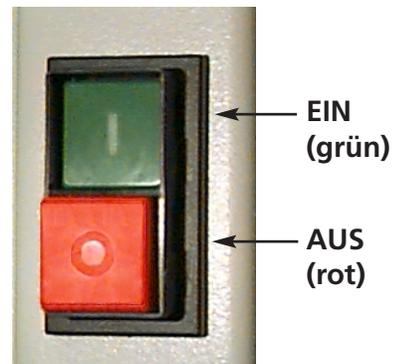

Abbildung 1-16
1. Abb. 1-16 zeigt, daß der Strom auf "EIN" steht. Vor dem Anschließen von JEDLICHEN Kabeln, den Strom AUSschalten.